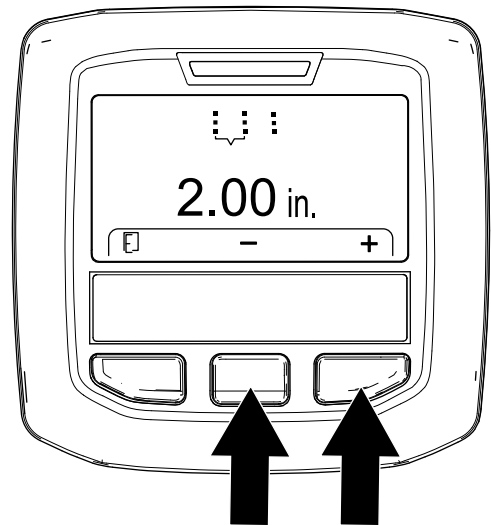

Figura 56
5. Reglai spaieria dintre găuri (Figura 56) după cum urmează: